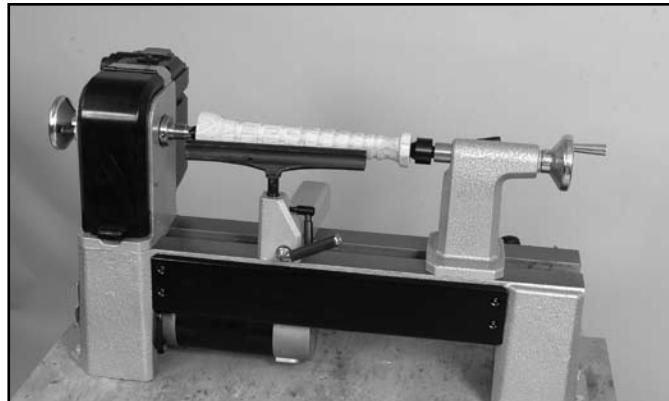

Fig. 26
**El montaje de otro tipo de pieza de trabajo**, donde la pieza de trabajo está fija entre el centro de dientes rectos y el giratorio, se muestra en la Fig. 26. A continuación se detallan algunos consejos sobre este montaje: